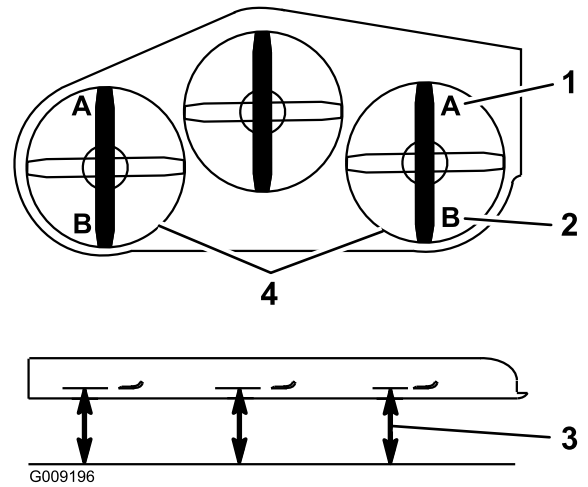

Bild 85
- 9. Messen Sie an beiden Seiten des Mähwerks den Abstand von der ebenen Fläche bis zur vorderen Messerspitze (Stellung A). Der Wert muss mindestens 7,6 cm betragen (Bild 85).
15. Messen Sie an beiden Seiten des Mähwerks den Abstand von der ebenen Fläche bis zur hinteren Messerspitze (Stellung B). Der Wert muss mindestens 8,3 cm betragen (Bild 85).